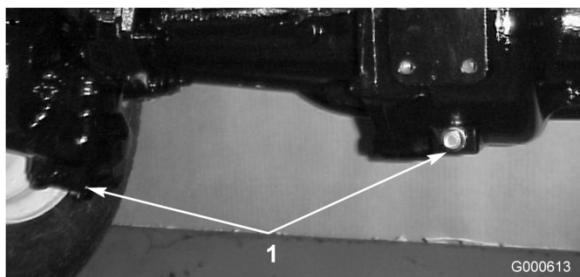

Figura 45
- Pulite attorno ai tre tappi di spurgo, uno per lato ed uno in centro (Figura 45).